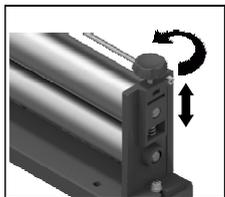

Figura 5
- Proceda com regulagem da abertura entre as moendas (10 e 11), soltando ou apertando os reguladores (16, figura 5), conforme a espessura desejada para a massa a ser sovada.